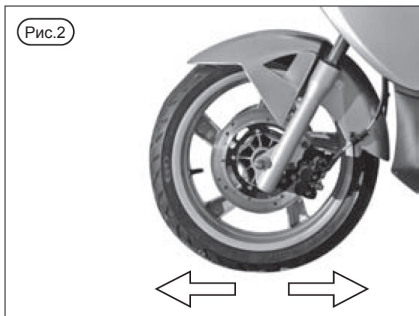

Рис.2
- Снимите винт слива масла 2 (Рис.2) и винтовую пружину сжатия 3 (рис.2).
- Снимите масляный фильтр 4 (рис.2).
- Проверьте уплотнительное кольцо 5 (рис. 2) на целостность, замените по необходимости.
- Установите на место сливную пробку 2 (рис. 2) повторив в обратном порядке все операции по сборке масляного фильтра.